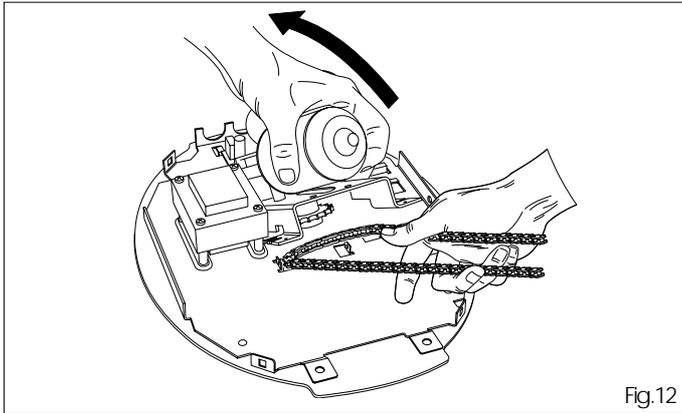

Fig.12
5.7 Levanten la unidad motor prestando atención a no dañar el equipo electrónico, y acoplen la cadena al piñón (fig.12).